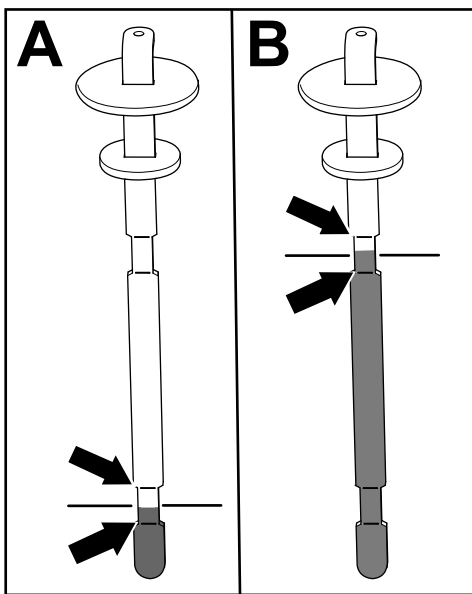

Bild 80
5. Nehmen Sie den Peilstab wieder heraus und prüfen Sie den Ölstand (Bild 80).
- **Bei angebautem Mähwerk:** Der Hydraulikölstand ist korrekt, wenn sich die Flüssigkeit zwischen den beiden Markierungen auf dem Ölpeilstab abzeichnet (A in Bild 80). Liegt der Flüssigkeitsstand über den unteren Markierungen ist dies auch ausreichend.
- **Bei installiertem Hilfshydraulikkitt:** Der Hydraulikölstand ist korrekt, wenn sich die Flüssigkeit zwischen den beiden oberen Markierungen auf dem Ölpeilstab abzeichnet (B in Bild 80).